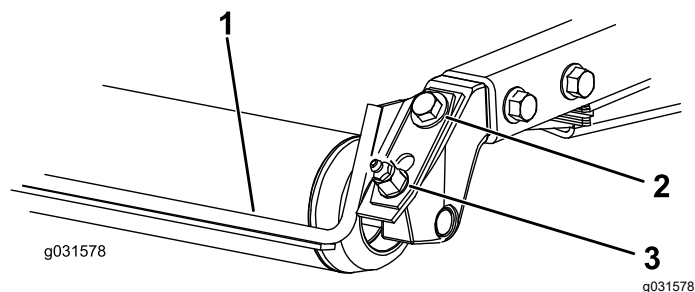

Figura 18
1. Desaperte o bocal de lubrificação e o parafuso de fixação (Figura 18).